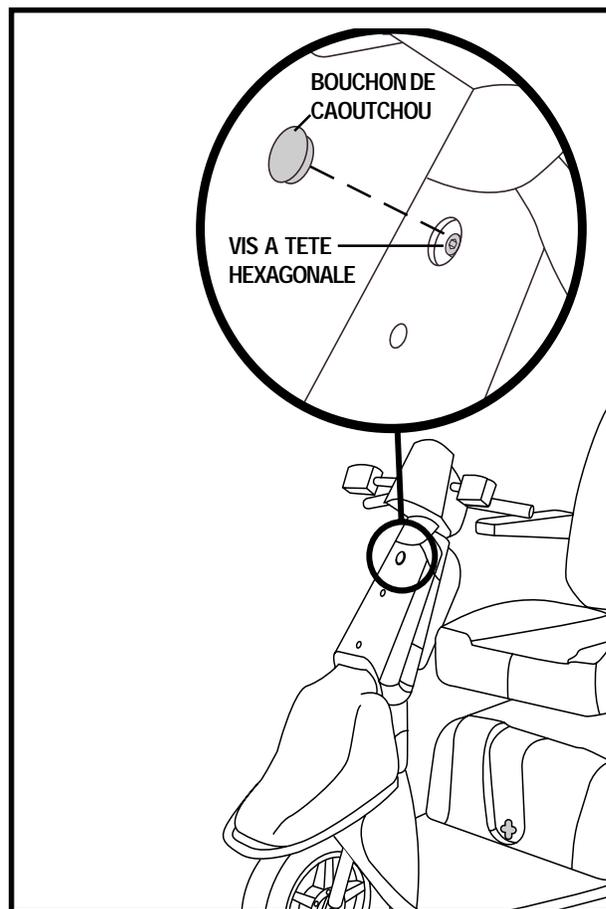

Figure 19. Réglage hauteur du guidon
1. Retirez le capuchon sur le devant du guidon. Voir la figure 19.